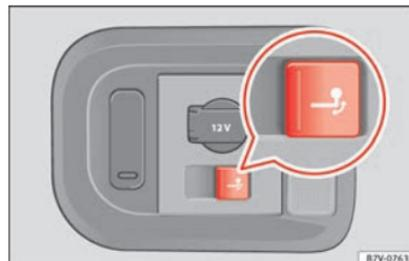

Fig. 230 Côté droit du coffre à bagages : touche permettant de basculer la boule d'attelage électriquement.
- Tirez brièvement sur la touche »» **fig. 230**. La boule sera déverrouillée électriquement et »»
- Tirez brièvement sur la touche » fig. 230. La boule d'attelage se déverrouillera électriquement ; le témoin de la touche clignotera.